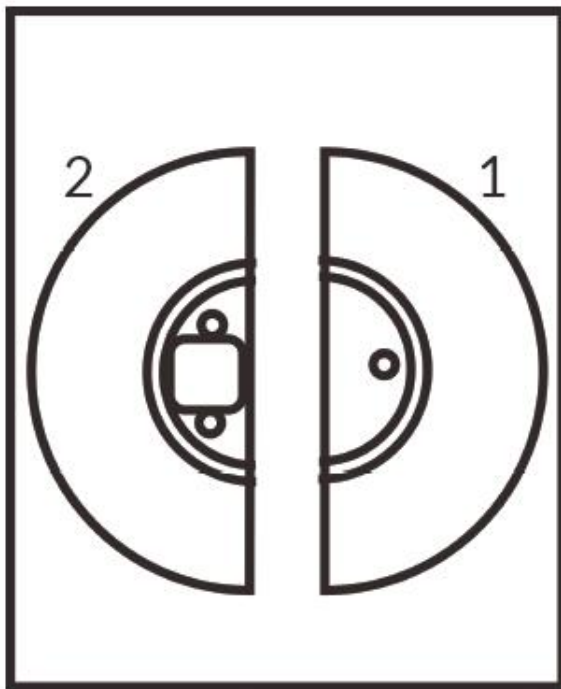

Fig. 1
- Draai de ventilator ondersteboven zodat u de motor (2) kunt zien (zie fig. 1). Het is het beste om er een deken onder te leggen, zodat de behuizing niet wordt beschadigd.